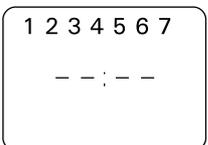

Figure 13.
- appuyez une fois sur le bouton de programmation [Ch] pour confirmer la programmation de temps, l'écran retourne au mode indiqué dans le diagramme. (Fig. 13)